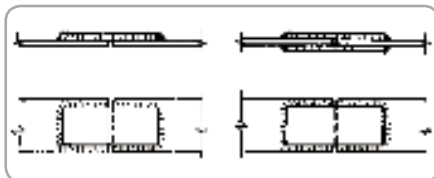

Fig.16
- **Îmbinări sudate cu eclise (fig. 16):**